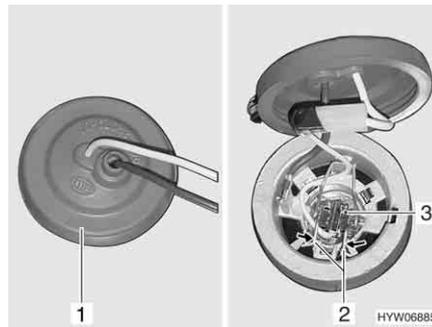

Fig. 258 Faro antiniebla
- Introducir la mano detrás de la luz antiniebla y sacar la caperuza de goma (Fig. 258,1) de la caja de la luz.
- Oprimir el arco metálico (Fig. 258,2) y bascularlo hacia fuera del soporte.
- Sacar la bombilla (Fig. 258,3) con el cable de la caja de la luz.